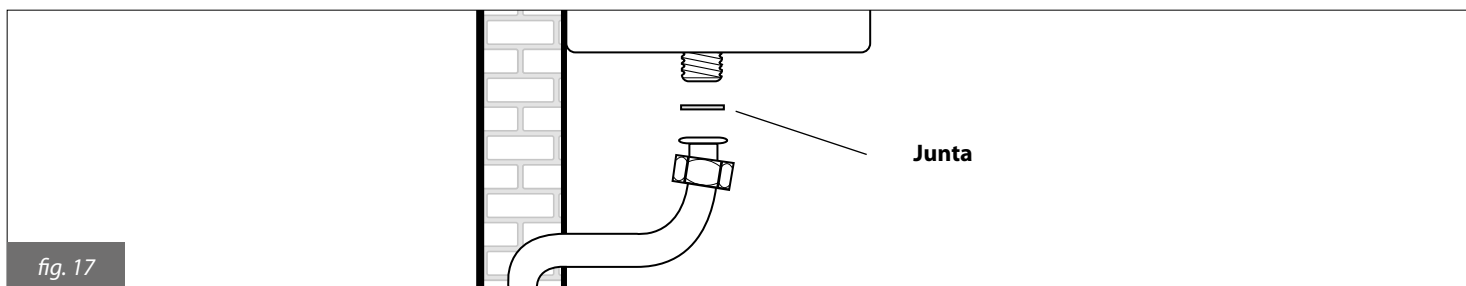

fig. 17
**Para a ligação do gás à tubagem de alimentação da caldeira É OBRIGATÓRIO inserir uma junta em batente com medidas e materiais adequados (fig. 17).